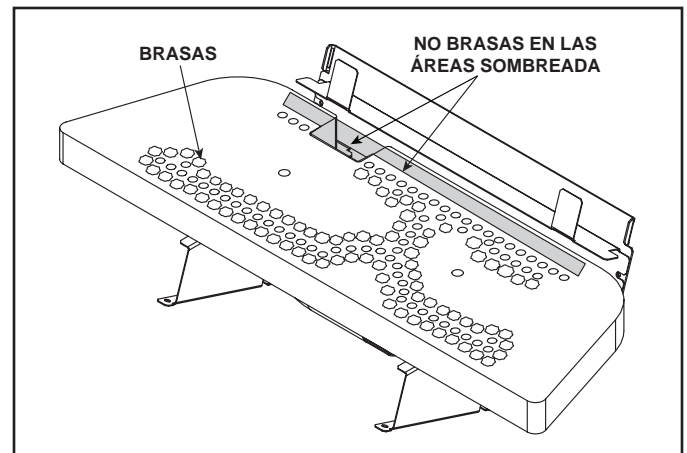

Figura 14.9 Colocación de las brasas
- Las brasas solamente pueden ser colocadas en las áreas que se muestran en la Figura 14.9.